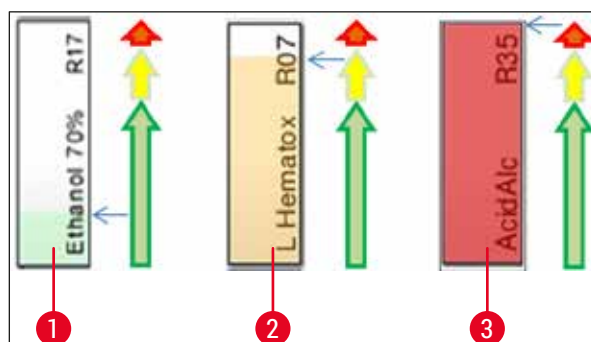

Fig. 70
- Un colore dello sfondo (→ "Fig. 70")
- Il colore dello sfondo mostra lo stato di consumo del reagente (→ "Fig. 70"). Una volta consumato il reagente, la barra dei colori sale dalla parte bassa a quella alta e cambia colore in base allo stato di consumo.